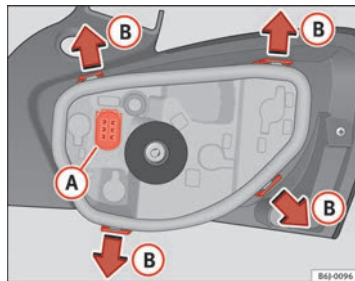

Fig. 162 Substituição das lâmpadas luzes traseiras
- Retire o porta-lâmpadas, separando-o da carcaça. Para tal, prima as patilhas **(B)** no sentido das setas ⇒ Fig. 162.